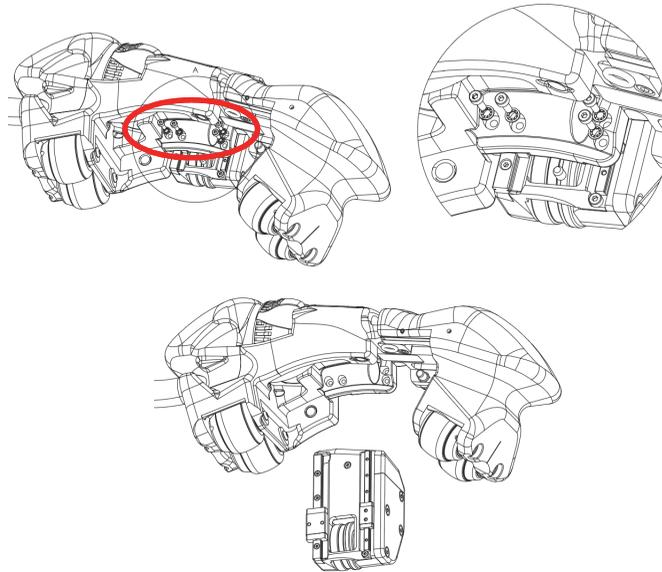

Abbildung 5-2 Austauschen des Weggebers
1. Entfernen Sie mit einem 1,5-mm-Inbusschlüssel die vier Schrauben am Weggeber (siehe Abbildung 5-2 auf Seite 51).